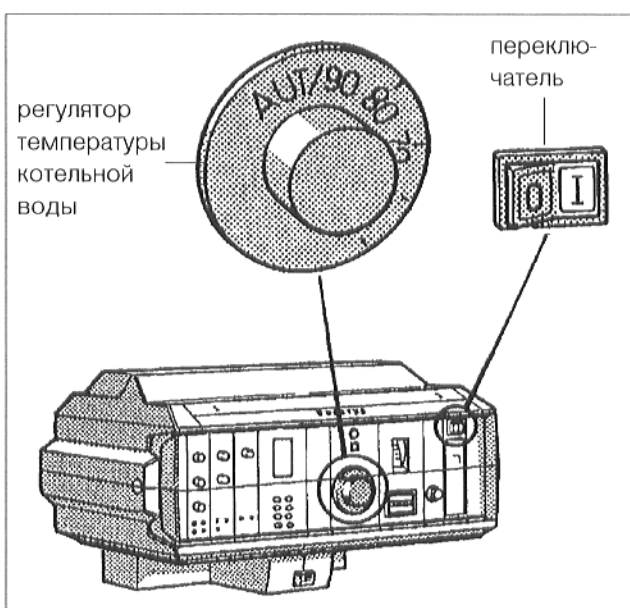
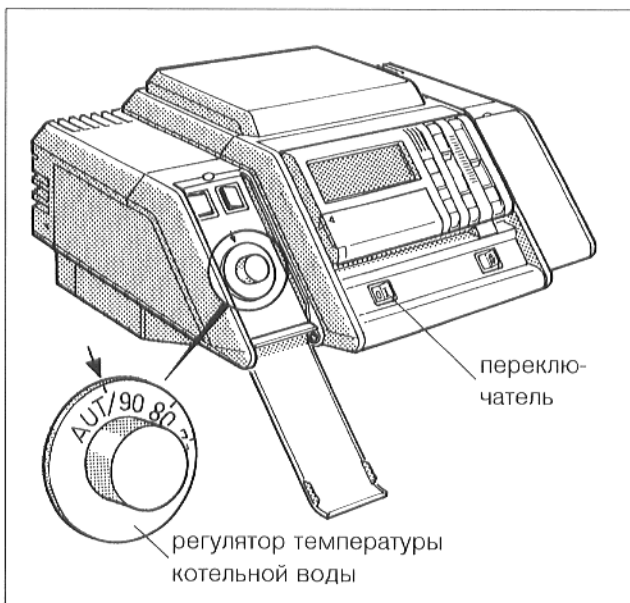

Рис. 27 HS 3220
Рис. 28 HS 4201
Открыть откидную крышку регулятора слева, в направлении вниз (рис. 28).
- Установить переключатель режима работы (рис. 27 и рис. 28) в поз. I (ВКЛ.).
- Установить регулятор температуры котельной воды на желаемую температуру. У "Еcomatic-регулирования" произвести установку на "AUT" (рис. 27 или рис. 28).
Произвести монтаж прозрачного покрытия (рис. 27).
Заккрыть левую откидную крышку (рис. 28).
- Установить переключатель режима работы (рис. 27 и рис. 28) в поз. 0 (ВЫКЛ.).